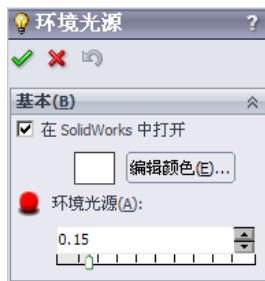

图 8.2.1 “环境光源”对话框
Step2. 选择命令。选择下拉菜单 **视图(V)** → **光源与相机(L)** → **属性(P)** → **环境光源** 命令，系统弹出图 8.2.1 所示的“环境光源”对话框。
- 拖动“环境光源”滑块可以用来调整“环境光源”的强度，从左到右光源强度递增。在图 8.2.1 所示的“环境光源”对话框中将弱光光源设置为 0.06，效果如图 8.2.3 所示；在“环境光源”对话框中将强光光源设置为 0.4，效果如图 8.2.4 所示（参见随书光盘文件 D:\sw15\work\ch08.02.01\ok\example.doc）。